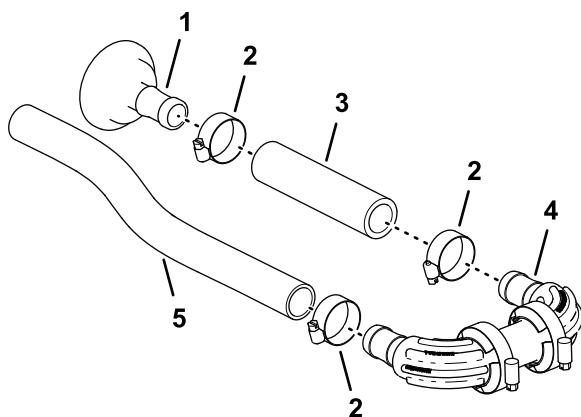

Рисунок 90
1. Подсоедините шланг (1 x 5¾ дюйма) к прямому шланговому штуцеру типа «елочка» (1 x 2 дюйма) с помощью шлангового хомута (от ¾ до 1½ дюйма) и затяните хомут от руки (Рисунок 90).
2. Подсоедините другой конец шланга (1 x 5¼ дюйма) к штуцеру типа «елочка» коллектора с помощью шлангового хомута, как показано на Рисунок 90, и затяните шланговый хомут от руки.
3. Подсоедините шланг (1 x 16 дюймов) к другому штуцеру типа «елочка» коллектора с помощью шлангового хомута и затяните хомут от руки (Рисунок 90).